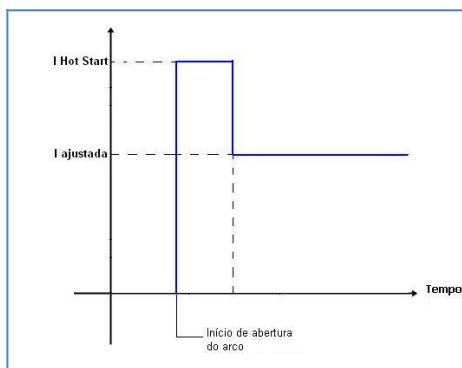

Figura 4: Forma de onda da corrente no "Hot Start".
Passo 1	Retirar isolação (1) que se encontra pré-cortada.
Passo 2	Colocar contato cobreado (2) sobre o cabo de solda. Neste passo é importante o Isolador de borracha (5) já estar previamente colocado sobre o cabo de solda.
Passo 3	Posicionar o Conector Engate Rápido Macho (3) sobre o contato cobreado (2) e logo apertar o parafuso de fixação (4) com uma chave allen.
Passo 4	Empurrar o isolador de borracha (5) sobre o Conector Engate Rápido Macho (3) isolando por completo o conector macho. Neste passo é importante observar a posição correta de montagem, indicado na figura 4.